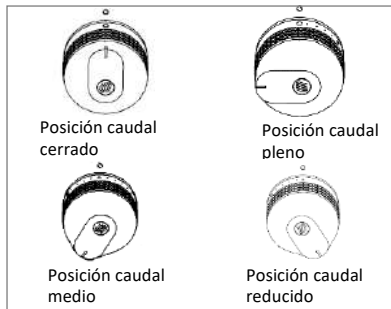

Imagen 2. Ajuste de la palanca de control
5. A continuación regule según desee la altura de la llama girando la o las palancas de control de caudal pleno (círculo grande) o caudal reducido (círculo pequeño) (consulte la imagen 2)
6. Para apagar, lleve la o las palancas de control al símbolo de cierre (O) y cierre el grifo de la botella de gas.